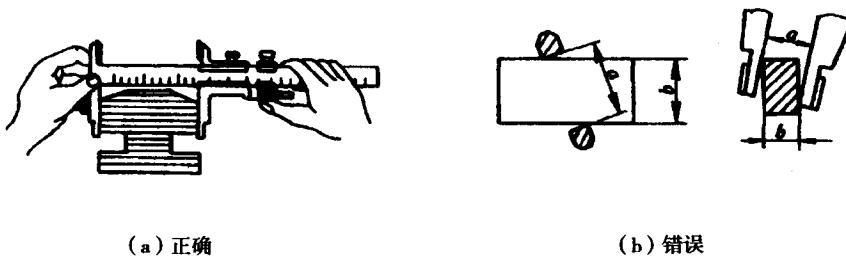
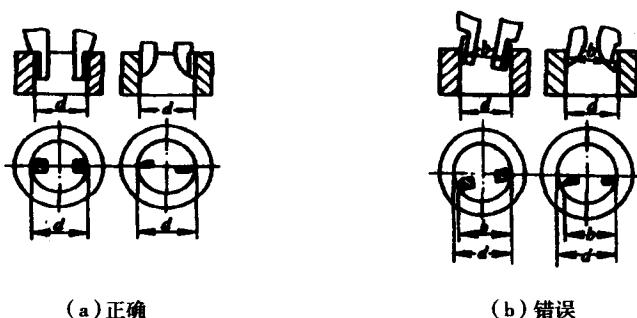

图 1-1-6 测量外尺寸
图 1-1-7 测量内尺寸
(4) 使用游标卡尺时应注意以下几点。
① 使用前擦净量爪，检查量爪及刃口是否完好，两量爪合并时是否漏光，尺身和游标的零线要对齐。
② 测量内、外尺寸时，量爪应慢且轻地接触测量表面，卡尺不能偏歪，如图 1-1-6、图 1-1-7 所示。